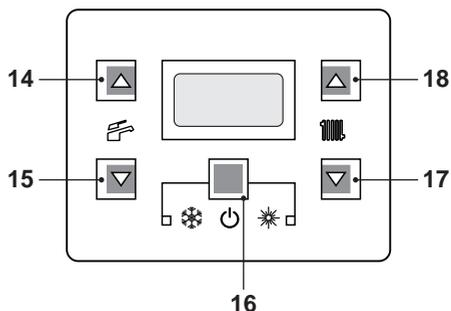
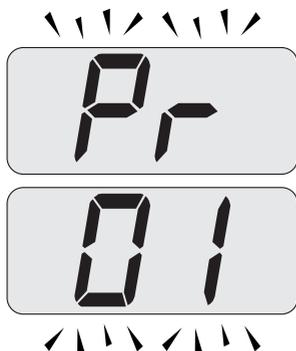
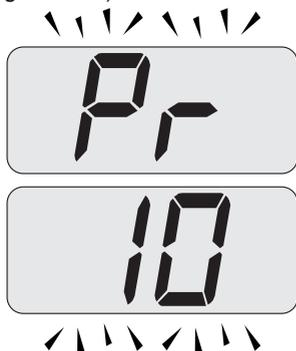

Figura 5.59
Figura 5.60
Figura 5.61
- Entrare in "modalità programmazione" premendo contemporaneamente per 10 secondi i tasti 16- 17- 18(Figura 5.59) fino a far apparire sul display LCD le lettere **Pr** che si alternano con il codice **01**, indicanti l'entrata nel "parametro 01"(Figura 5.60).
- Scorrere i vari parametri utilizzando i tasti 17o 18fino a far apparire sul display LCD le lettere **Pr** che si alternano con il codice **10**, indicanti l'entrata nel "parametro 13"(Figura 5.61).
- Premere contemporaneamente i tasti 16e 18(Figura 5.59) fino a far apparire sul display LCD il valore del parametro 10 (30=180 secondi) (Figura 5.62).
- Premendo il tasto 16(Figura 5.59) si ottiene la conferma del valore inserito.
- Premendo contemporaneamente i tasti 16e 17(Figura 5.59) si esce senza modificare il valore (ritorno alla lista parametri Figura 5.61)
- Premendo contemporaneamente per 10 secondi i tasti 16- 17- 18(Figura 5.59) si esce dalla "modalità programmazione".